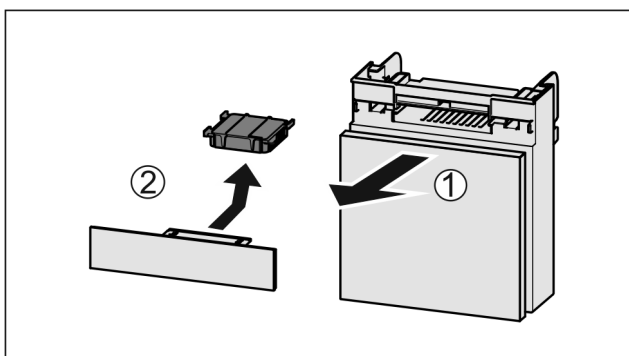

Fig. 52
- Extraire le compartiment par l'avant Fig. 52 (1).
- Sortir le filtre à charbon actif Fig. 52 (2).